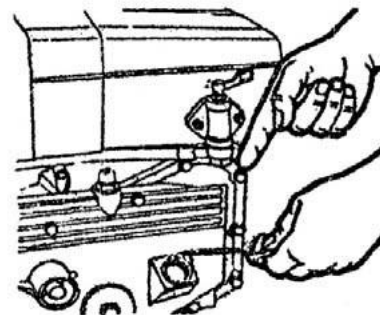

рис.1
2. Проверьте масляным щупом уровень масла. Уровень масла должен находиться между верхней и нижней отметкой щупа (рис.1). Уровень масла выше верхней отметки приведет к перегреву, вспениванию масла, потере его свойств и даже к выходу двигателя из-под контроля. Уровень масла ниже нижней отметки приведет к выходу из строя цилиндропоршневой группы двигателя.